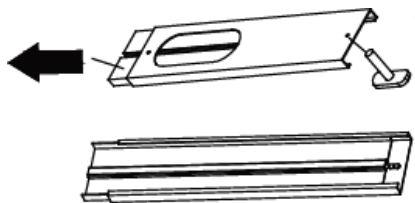

Fig. 2
- Scomporre il gruppo vite ad alette (27) nelle sue singole parti.
- Estrarre la parte interna della guida finestra (25), fino al foro nella parte esterna. Far passare la vite attraverso il foro (Fig. 2), facendo attenzione al verso.